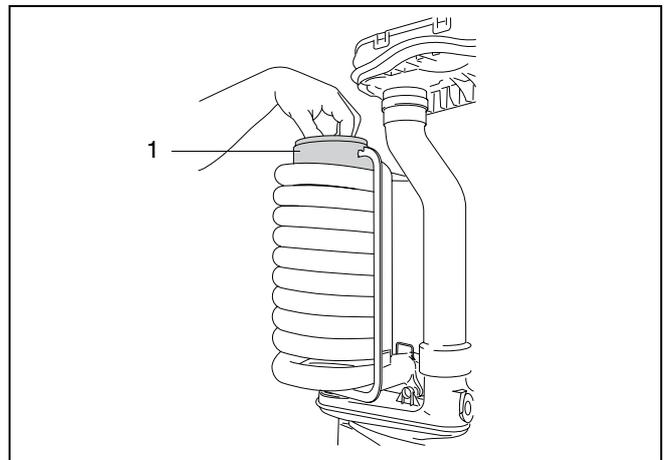

Abb. 39 Abgas-Umlenktopf entfernen
- Abgas-Umlenktopf aus dem Wärmetauscher entfernen (Abb. 39, Pos. 1).